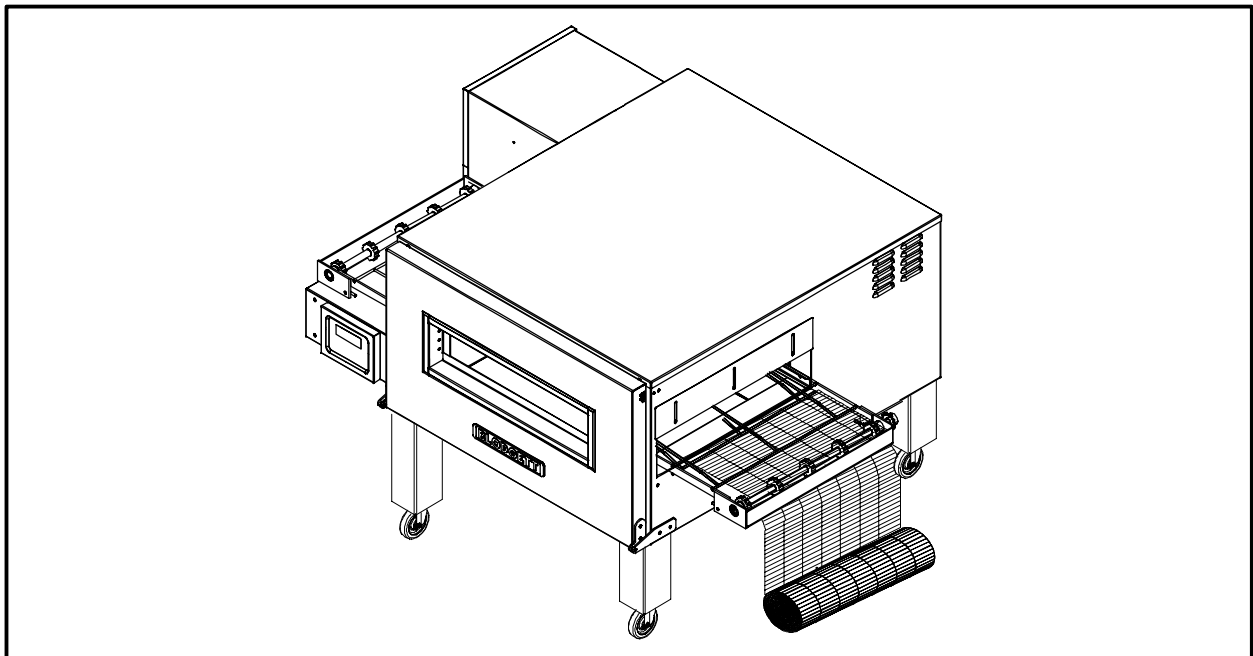

Figura 9
1. Prenda a correia a partir do lado direito do forno. A correia tem ilhós de ambos os lados. Os ilhós devem andar para trás na cremalheira da correia para prevenir danos na correia. Ver a Figura 9 para instruções acerca da correia.